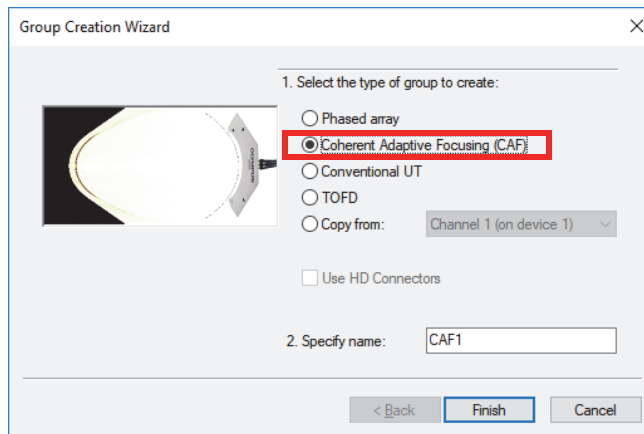

Figura 4-12 Cuadro de diálogo Asistente de creación de grupo
2. En el cuadro de diálogo **Asistente de creación de grupo**, seleccione **focalización adaptativa consecuente (CAF)** [ver Figura 4-12 en la página 118] en lugar de *Phased Array*.